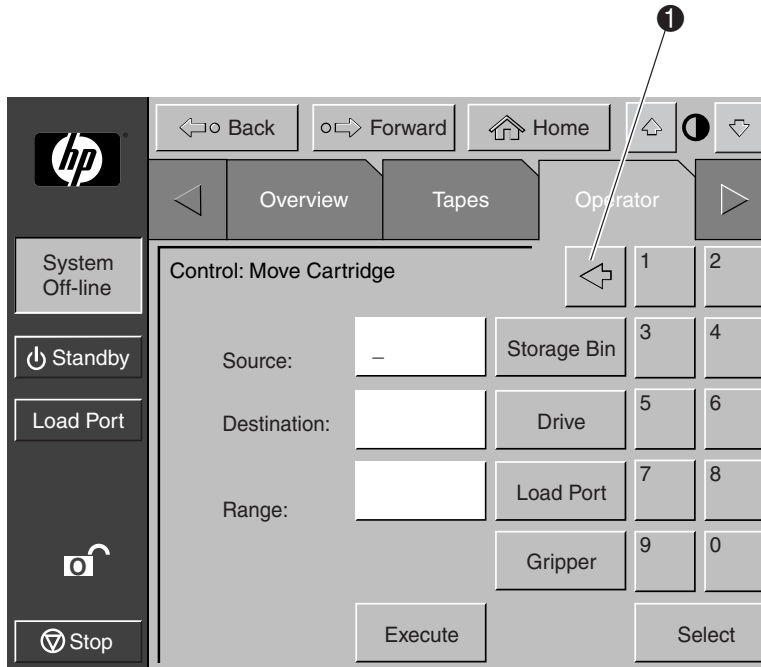

Figura 4-7: Schermata Control: Move Cartridge (Controllo: Sposta cartuccia)
1. Nella schermata Operator (Operatore), premere il pulsante **Move Cartridge** (Sposta cartuccia). Il pannello di controllo visualizza la schermata Control: Move Cartridge (Controllo: Sposta cartuccia) con attivo il campo di inserimento Source (Origine). Vedere la Figura 4-7.
NOTA: Premere il tasto **Backspace** per cancellare un'immissione parziale carattere per carattere (❶ Figura 4-7).